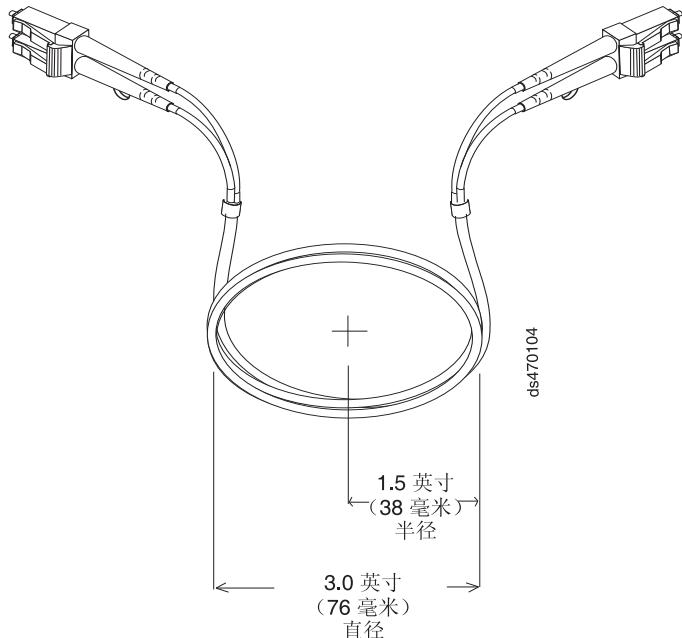

图 25. 光缆弯曲和环路规格
**注：**IBM 光纤通道 (FC) 电缆选件已经测试，并获得批准，可以用于 IBM DS 存储器产品。为了实现最佳的性能和兼容性，当安装 IBM DS 产品时，请始终使用 IBM FC 电缆选件。
- 在存放过长或未使用的光缆时，请勿将光缆弯曲到直径小于 76 毫米 (3 英寸) 或半径小于 38 毫米 (1.5 英寸)，也不要让光缆卷在一起。请参阅第 46 页的图 25。